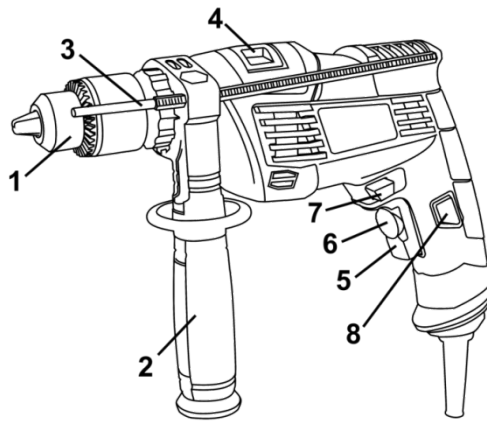

Рисунок 1
2.3.1 Виріб має два режими роботи: ударно-обертальний і обертальний. Перемикач режимів роботи виробу здійснюється переведенням перемикача (4) (див. рис.1) з одного крайнього положення в інше у бік відповідного символу режиму роботи:
- Ударно-обертальний режим - перемикач (4) повинен бути переведений до упору у бік символу **T**.
- Обертальний режим - перемикач (4) повинен бути переведений до упору у бік символу **A**.
4.2 Виберіть необхідний режим роботи виробу за допомогою перемикача (4) (див. рисунок 1). Перемикання режимів роботи виробу здійснюється переведенням перемикача (4) (див. рис. 1) з одного крайнього положення в інше у бік відповідного символу режиму роботи:
- Обертальний режим - перемикач (4) повинен бути переведений до упору у бік символу **2**.